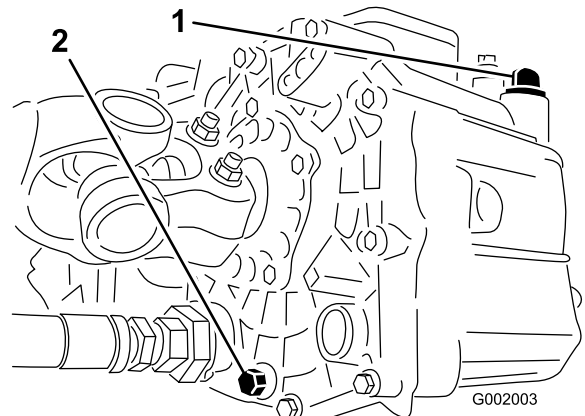

Figure 62
3. Retirez le bouchon de vidange sur le côté du réservoir et laissez l'huile s'écouler dans le bac de vidange (Figure 62).